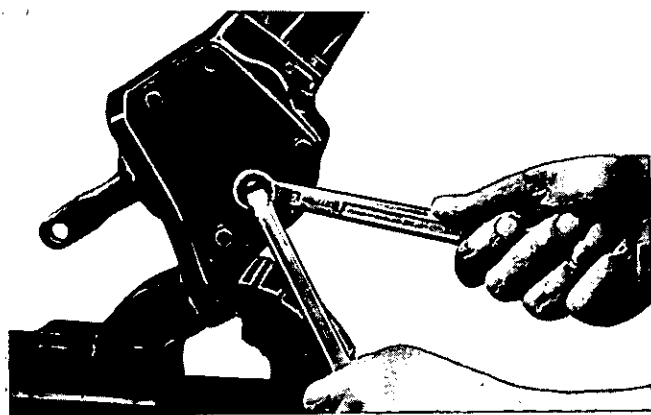

Fig. 143 - Registrazione del gioco tra camma e vite perpetua.
- Controllare l'assenza del gioco tra vite perpetua e camma; in caso contrario procedere alla registrazione, agendo sull'apposita vite con intaglio (Fig. 143).